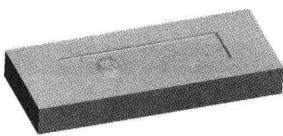

图 1.7 着色后的下半部分体积块
(1) 在系统 **为分割所选的模型量选取分型面** 的提示下，先将鼠标指针移至模型中主分型面的位置右击，从快捷菜单中选取 **从列表中拾取** 命令。
(2) 在系统弹出的“从列表中拾取”对话框中，单击列表中的 **面组:F7 (FS)**，然后单击 **确定** 按钮。
(3) 单击“选取”对话框中的 **确定** 按钮。
Step5. 系统弹出“属性”对话框，同时模型中的下半部分变亮，在该对话框中单击 **着色** 按钮，着色后的模型如图 1.7 所示。然后在对话框中输入名称 **lower_mold**，单击 **确定** 按钮。